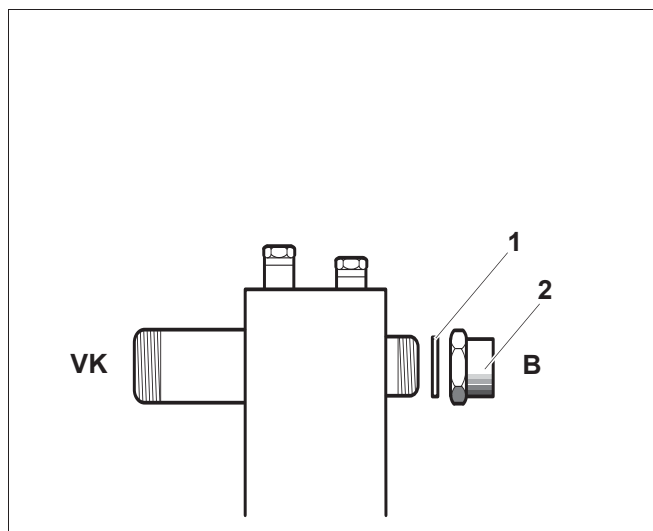

Рис.11 Комплект подключения AS HKV DN 25 без HKV 2 DN 25 и трубного соединения
- Уложите уплотнение (рис. 11, [1]) в накидную гайку с вкладной деталью (рис. 11, [2]).